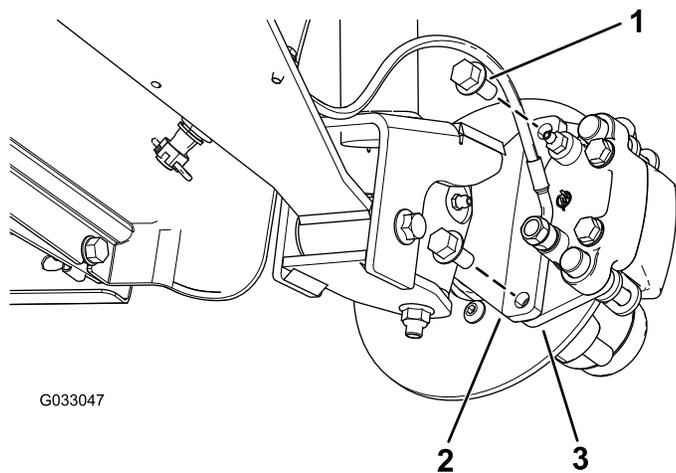
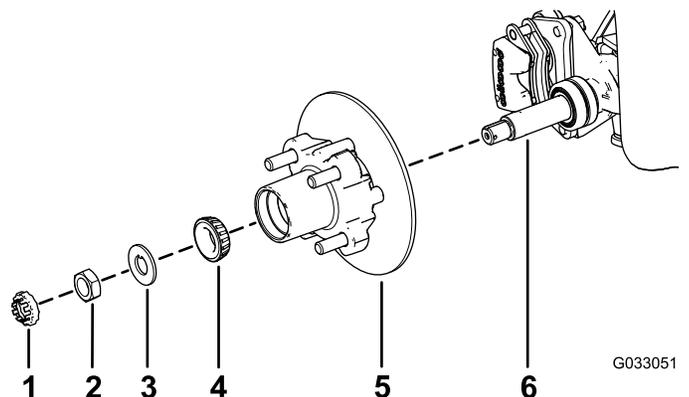

図 23
図 27
3. ブレーキアセンブリ用のブラケットをスピンドルに固定しているフランジヘッドボルト $\frac{3}{8}$ " x  $\frac{3}{4}$ "を外してスピンドルからブレーキを取り外す 図 23。
1. スピンドルに所定のグリスを薄く塗る 図 27。
2. ハブとロータをスピンドルに取り付ける。ロータを内側にすること 図 27。
3. スピンドルに外側ベアリングを取り付けてレースにはめる 図 27。
4. スピンドルにタブワッシャを取り付ける 図 27。
5. スピンドルにスピンドルナットを取り付け、ハブを回してベアリングを着座させながらナットを 15 N·m 1.52 kg·m = 11 ft·lb に締めつける 図 27。
- ブレーキパッドをロータのそれぞれの側に合わせ 図 23、キャリパブラケットの穴と、スピンドルフレームのブレーキ取り付け部の穴を整列させる 図 27。
- キャリパブラケットをスピンドルフレームに固定する 図 23 フランジヘッドボルト  $\frac{3}{8}$ " x  $\frac{3}{4}$ " 2本を使用する。